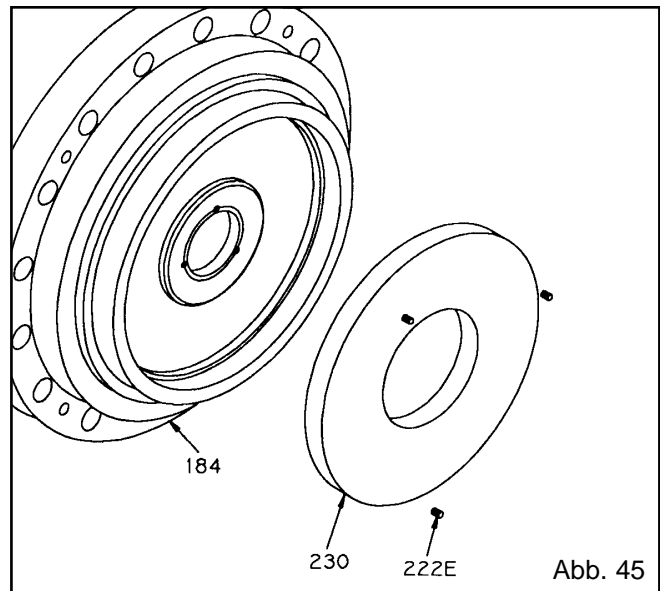

Abb. 45
- Den neuen Dichtungskammer-/Stopfbuchsendeckel-Verschleißring (230, falls vorhanden) mit Trockeneis oder einem anderen Kühlmittel abkühlen und in den Sitz im Deckel einsetzen (184). Mit einem Hartholzstück und einem Gummihammer einklopfen (Abb. 45).